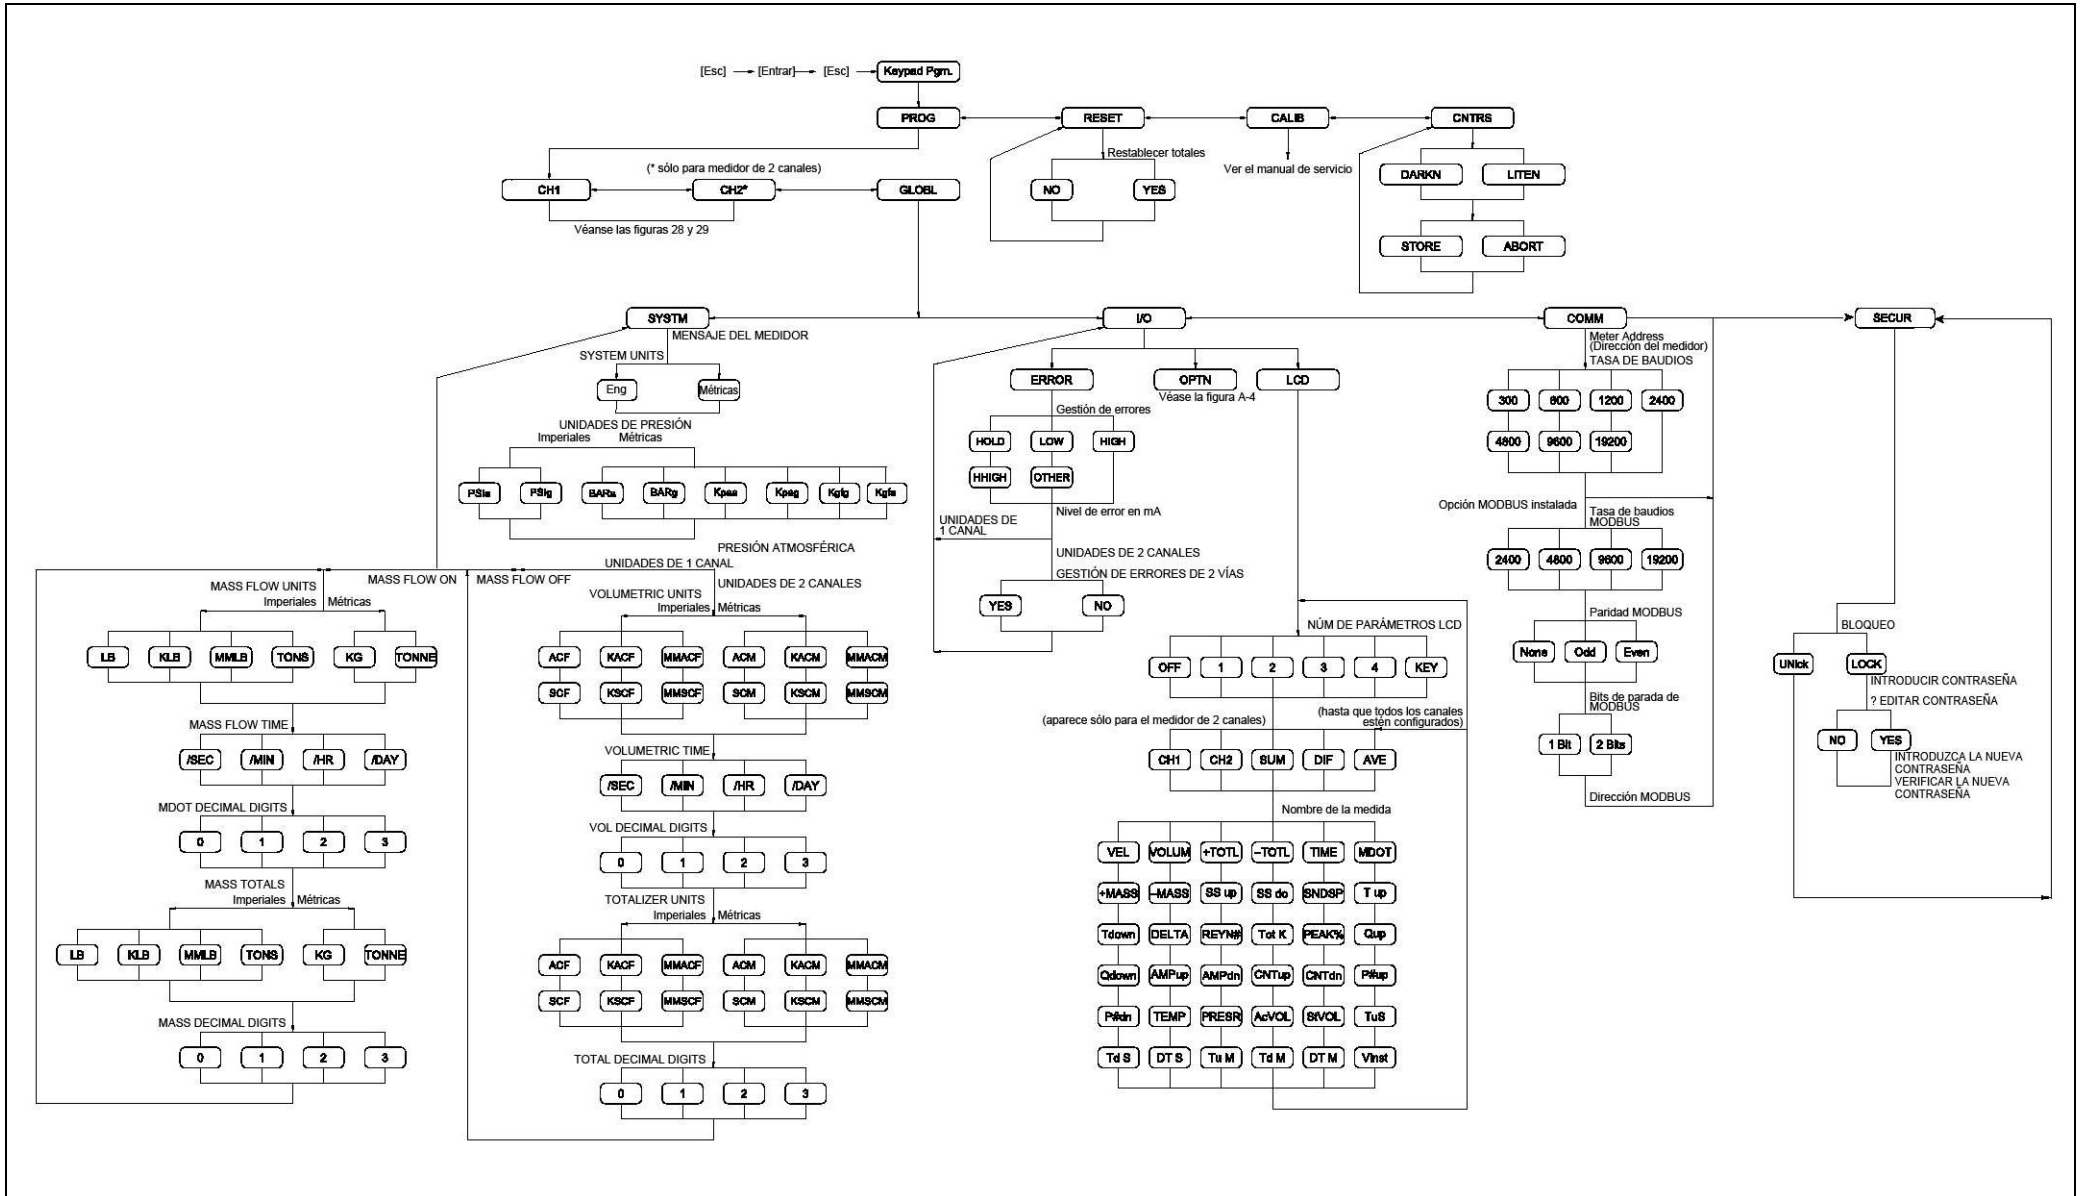

Figura 30: PROG > GLOBL > MenúSYSMTM, I/O & COMM
- Figura 30, “PROG > GLOBL > Menús SYSTM, I/O & COMM”, en la página 61